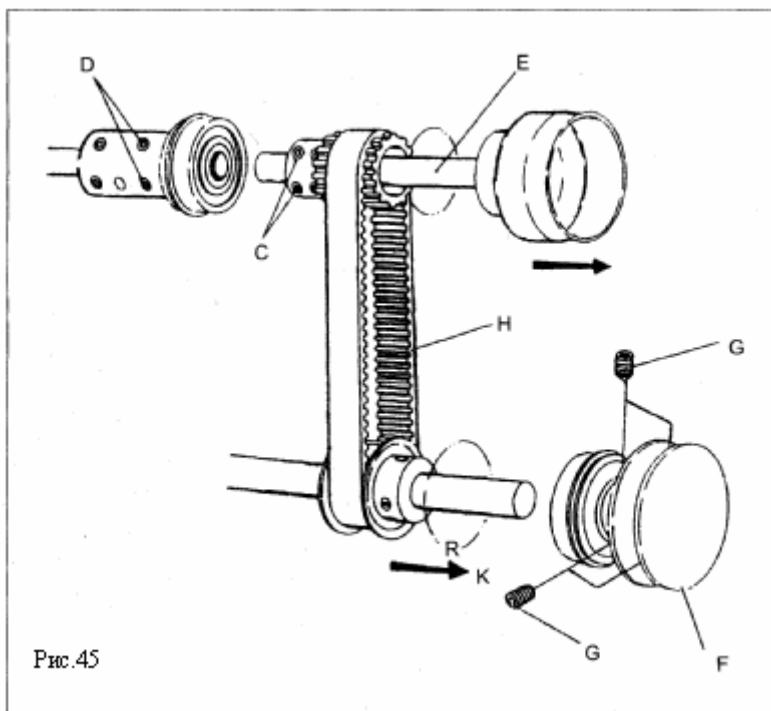

Рис.45
7-21 Замена приводного ремня верхнего вала (Рис.45)
- Ослабьте винты (D) и вытащите верхний вал (E), держа его за маховик машины. Снимите приводной ремень со звездочки главного вала и снимите верхний вал с машины.
- Ослабьте винт (G) на шкиве ремня и снимите шкив.
- Вытащите ремень из машины в направлении (K) через отверстие (R).
- Чтобы установить новый приводной ремень верхнего вала, произведите сборку в обратном порядке (d – c – b – a). Затем отрегулируйте синхронизацию между петлителем и иглой. По завершении регулировки надежно затяните винты (D) и (C) (Рис.45).